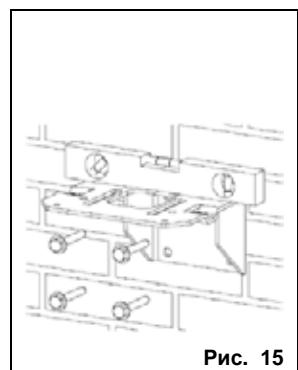

Рис. 15
- Расположив планку так, как показано на рис. 15, закрепить ее при помощи четырех шурупов M10 и дюбелей.